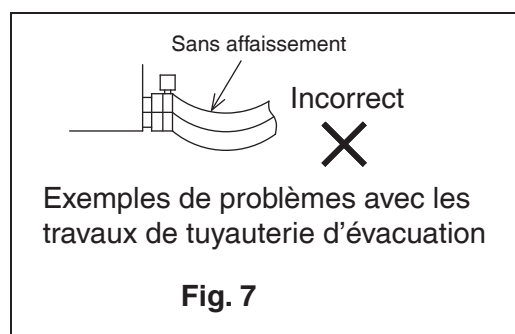

Fig. 7
- Veillez à ce que le tube d'évacuation (4) ne s'affaisse pas dans l'unité BS. **(Reportez-vous à la Fig. 7.)**